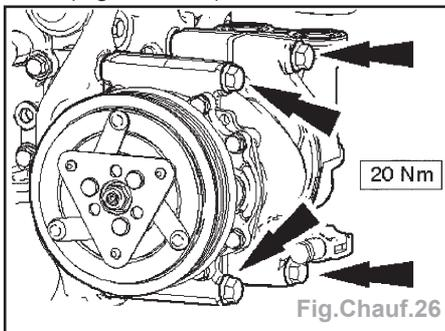

Fig.Chauf.26
- Déposer le compresseur de climatisation (Fig.Chauf.26).